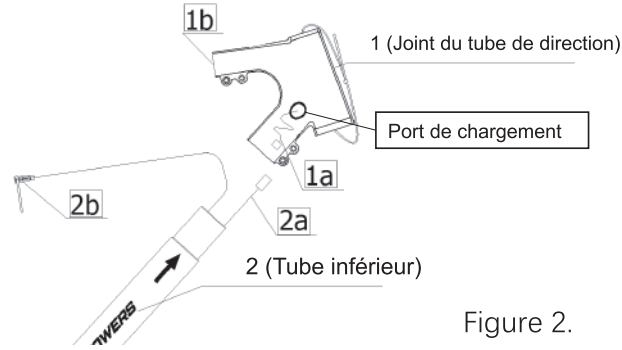

Figure 2.
a. Assurez-vous que le port de charge de la pièce 1 est face à vous, comme indiqué sur la Figure 2.